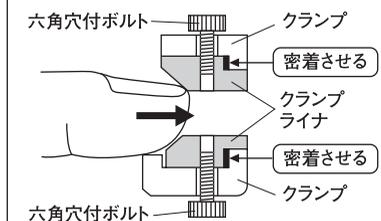

図 27
④ ライナを交換してサイズ変更する場合は、クランプとライナを密着させて固定してください。(図27)